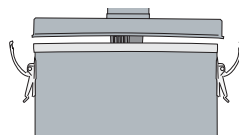

figure 9
3. Défaire les deux attaches et retirer le couvercle de l'appareil (**figure 9**).